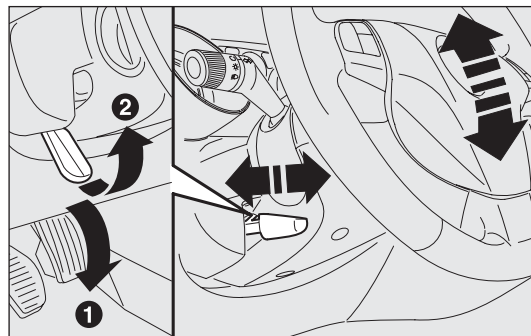

рис. 28
- отпустите рычаг А – рис. 28, сдвинув его вперед (положение 1);